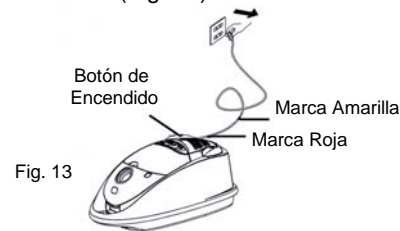

Fig. 13
2. Encienda la unidad con el botón de encendido. (Fig. 13)
Nota: Una vez que todos los accesorios estén colocados, desenrolle bastante cable de alimentación y enchúfelo en el tomacorriente. Una marca amarilla en el cable le indica la longitud recomendada. No extienda el cable más allá de la marca roja. (Fig. 13)
Su aspiradora viene con un cable de alimentación que se enrolla automáticamente. Para extender el cable, jale y extiéndalo a la longitud deseada hasta la marca amarilla en el cable. (Fig. 13) No extienda el cable más allá de la marca roja. Cuando termine de limpiar, apague la aspiradora y luego desenchúfela del tomacorriente. Luego presione el botón para enrollar el cable. Si el cable no se enrolla completamente, sáquelo nuevamente y presione otra vez el botón.